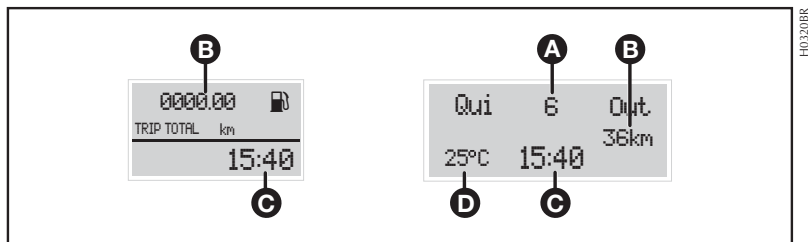

fig. 56
- Hodômetro total/parcial (**B-fig. 56**).
- Relógio (**C-fig. 56**).
- Temperatura externa (**D-fig. 56**).
- Data (**A-fig. 56**).